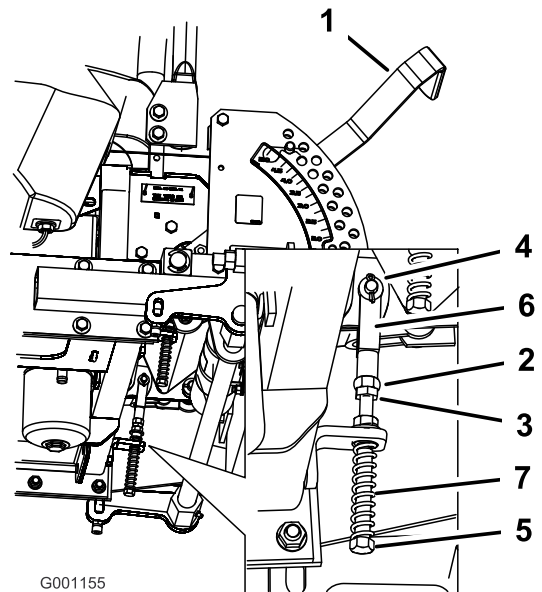

Figura 85
8. Si es necesario un ajuste, afloje la tuerca y la contratuerca contra la horquilla (Figura 85).
9. Aplique una ligera presión hacia atrás en la palanca de control de movimiento, y gire la cabeza del perno de ajuste en el sentido apropiado hasta que la palanca de control esté centrada en posición de BLOQUEO/PUNTO MUERTO (Figura 85).
10. Apriete la tuerca y la contratuerca (Figura 85).